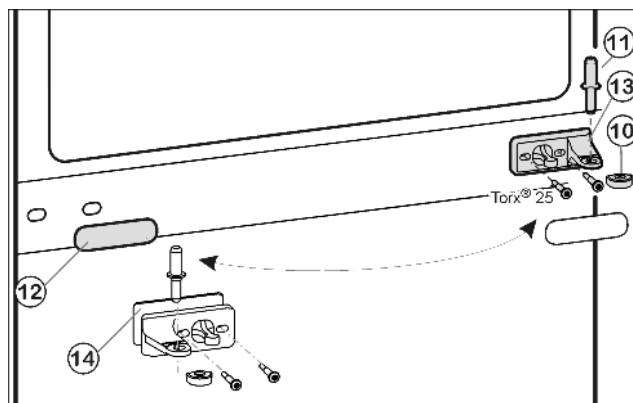

Fig. 5
- ▶ Вытащите из опорного кронштейна и нижней дверцы средний опорный винт Fig. 5 (11).
- ▶ Снимите пластмассовый колпачок Fig. 5 (10).
- ▶ Открутите средний опорный кронштейн Fig. 5 (13) (2 шт. Torx® 25).
- ▶ Осторожно снимите накладку Fig. 5 (12).
- ▶ Прикрутите средний опорный кронштейн Fig. 5 (13) с подкладкой Fig. 5 (14) с поворотом на 180° на новую сторону шарнира (с моментом 4 Нм).
- ▶ Защелкните накладку Fig. 5 (12), повернув на 180°, на стороне, где теперь будет ручка.
- ▶ Снова наденьте пластмассовый колпачок *Fig. 5 (10)* на средний опорный кронштейн *Fig. 5 (13)*.
- ▶ Вставьте средний опорный винт *Fig. 5 (11)* на новой стороне шарнира через средний опорный кронштейн *Fig. 5 (13)* в нижнюю дверцу.
- ▶ Установите верхнюю дверцу на средний опорный винт *Fig. 5 (11)*.
- ▶ При необходимости выровняйте дверцы через два продольных паза в нижнем опорном кронштейне *Fig. 6 (25)* и среднем опорном кронштейне *Fig. 5 (13)* параллельно корпусу устройства. Для этого выкрутите средний винт на нижнем опорном кронштейне *Fig. 6 (25)*.